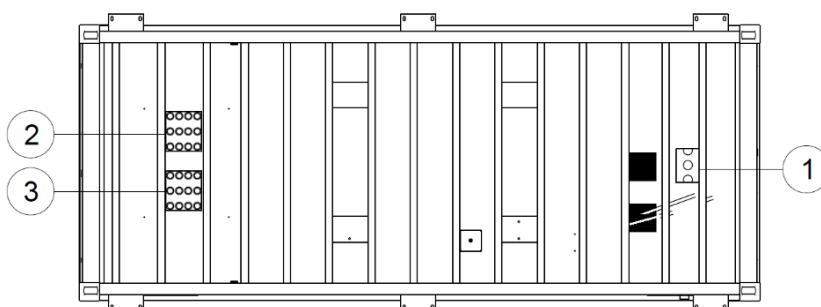

Figura 3-1 Localização dos orifícios de entrada e saída dos cabos (vista inferior)
3. Os cabos de alimentação CA das unidades PCS do contêiner PCS de 4,8 MW devem ser encaminhados através dos orifícios de entrada CA do PCS na parte inferior do gabinete de baixa tensão, conforme mostrado na Figura 3-1, e conectados às barras de cobre L1/L2/L3 sob os disjuntores QFM1 e QFM2 da estrutura. Ao mesmo tempo, a correspondência de fase de L1/L2/L3 deve ser rigorosamente garantida. Este gabinete de baixa tensão está equipado com um total de dois disjuntores principais da estrutura, um instalado no lado esquerdo e outro no lado direito. Os orifícios de entrada de cada lado podem acomodar cabos de 8*240 mm². Os cabos de saída do gabinete combinador CA 1# do contêiner PCS de 4,8 MW são conectados à extremidade inferior do QFM1 no lado esquerdo, e